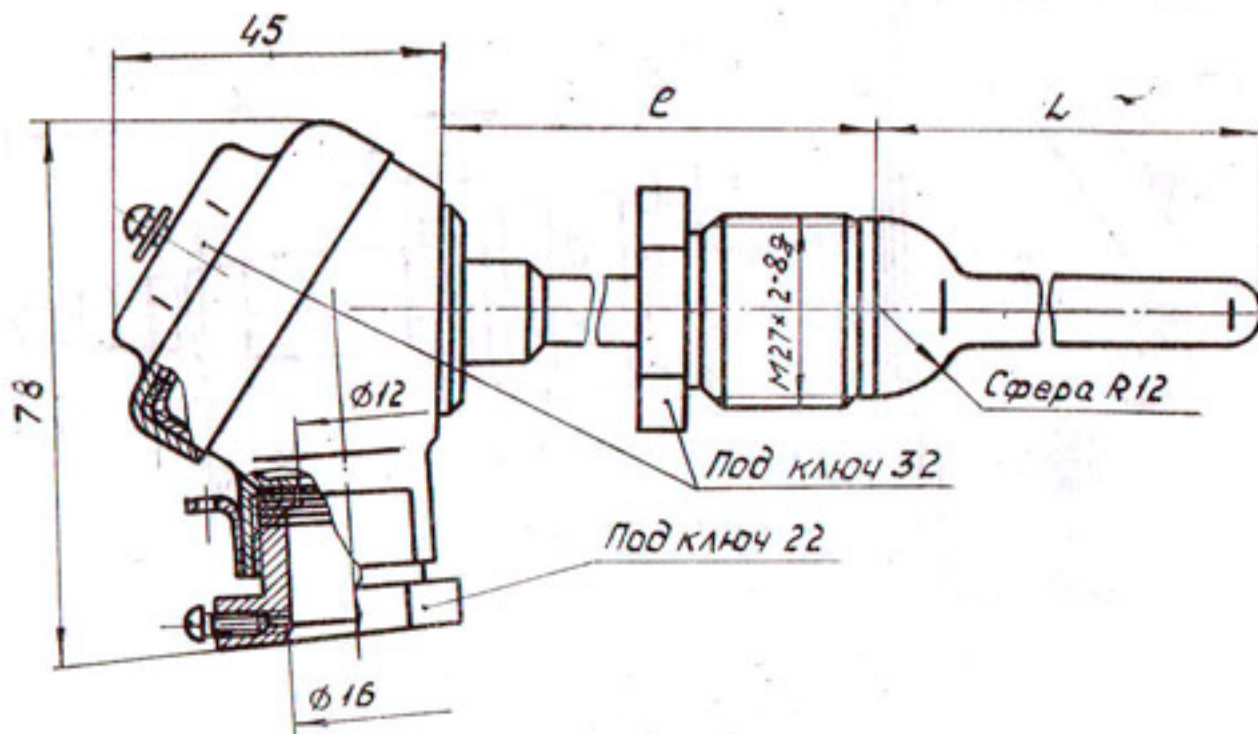

Рис. 5
ТХА-1172Р рис. 5	сталь 10Х17Н13М2Т
ТХА-1172Р рис. 5	0,25
ТХА-1172Р рис. 5	0,09
**Примечания:** 1. В комплект поставляемых термопреобразователей ТХА-1172Р (рис. 5) входят три термопреобразователя для обеспечения срока службы 12 лет, так как срок службы ТХА-1172Р (рис. 5) не менее пяти лет.